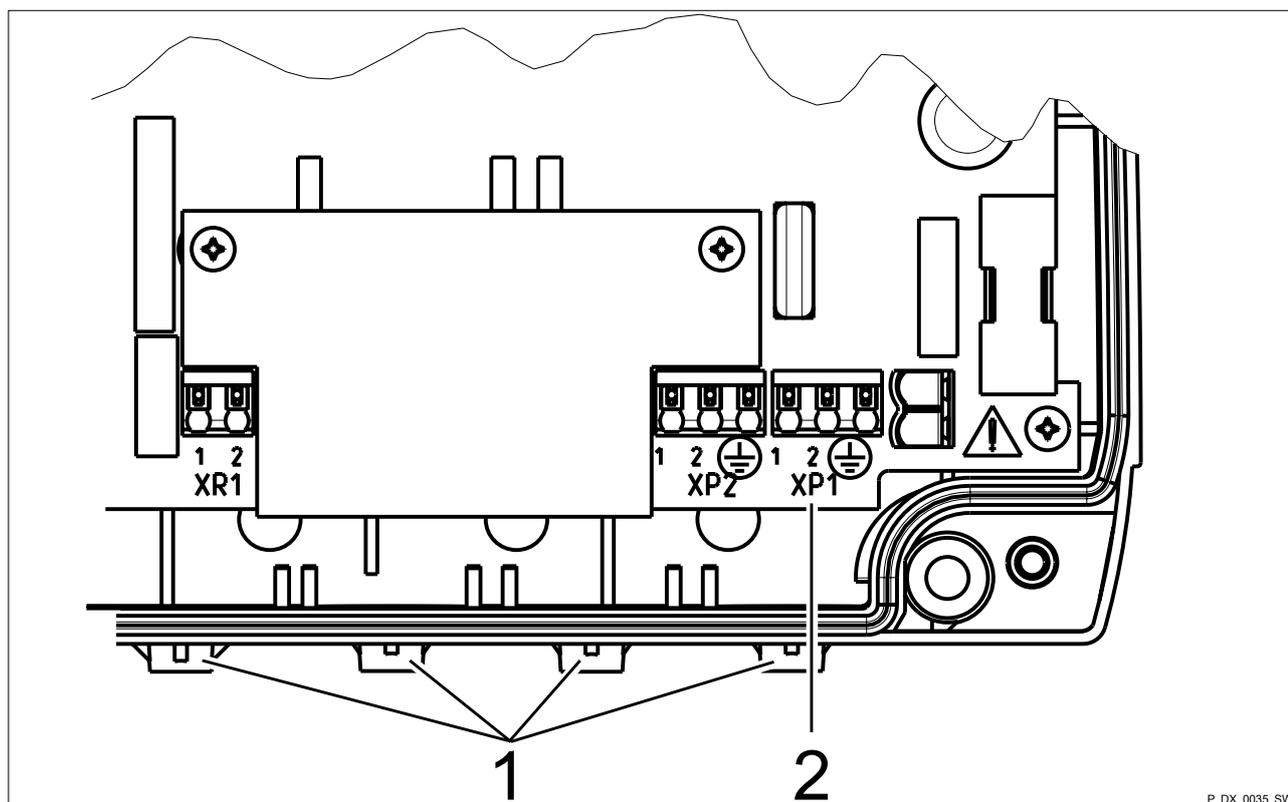

Fig. 10 : Préparation du raccordement au secteur
6. ➤ Brancher le câble de secteur sur le répartiteur XP1 - voir Fig. 10 .